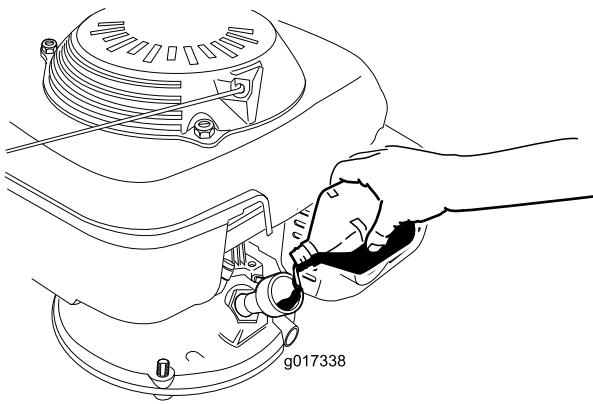

Figura 8
3. **Lentamente** deite óleo no orifício de enchimento do óleo, aguarde 3 minutos e verifique o nível do óleo na vareta ao limpar a vareta e, depois, introduza, **mas sem a apertar**, a tampa no orifício de enchimento do óleo (Figura 8).